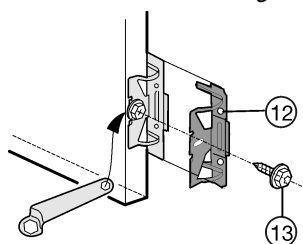

Fig. 10
- ▶ Visser tous les étriers Fig. 10 (12) sur les trous prépercés de la porte de l'appareil à l'aide d'une vis à tête hexagonale Fig. 10 (13).
- ▶ installer une deuxième paire d'étriers Fig. 10 (12).